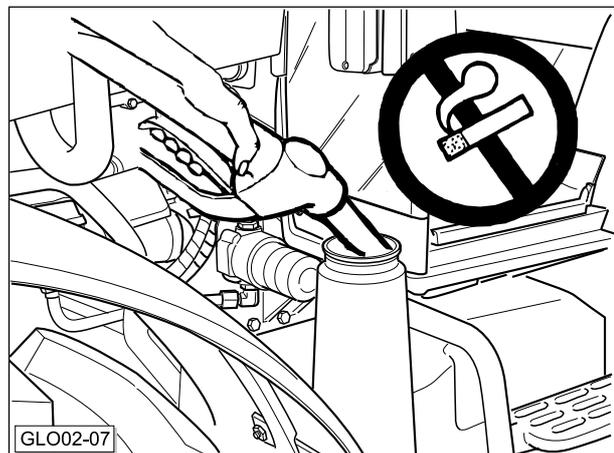

Abb.2-7
- Beim Tanken NICHT rauchen. Keine freien Flammen annähern (Abb. 2-7).